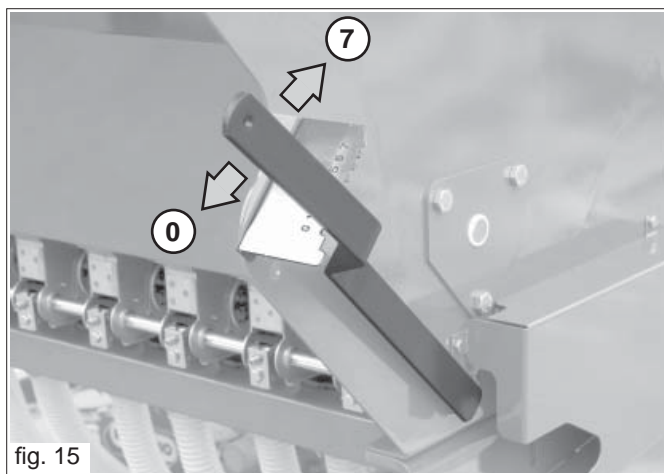

fig. 15
Pârghia de reglare a tastatorilor (Fig.15) este poziționată pe latura dreaptă a utilajului și acționează pe o scală gradată de la 1 la 7 poziții. În funcție de tipul de semințe utilizate, este necesară poziționarea pârghiei pe baza numărului extras din tabelul de semănat. Poziționați maneta (în dreapta bazinului) pe indicele în 7 poziții (Fig. 15):
- 1) poziționați maneta (Fig. 15) la «0»;